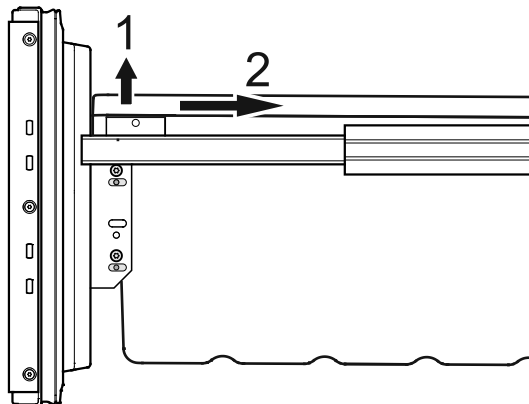

Figure 20
- Désenclipper les coins gauche et droit du récipient en le tirant vers le haut (1) - **Figure 20**.
- Pousser le récipient vers l'arrière (2) - **Figure 20**.
- Retirer les récipients des tiroirs du compartiment congélateur comme aux **Figures 20 et 21**.